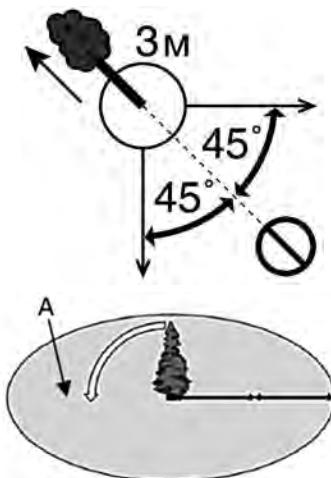

Рис. 8 Зона безопасности при валке дерева
- Должен быть безопасный путь отхода. Путь отхода должен быть направлен по диагонали в сторону, противоположную направлению падения, под углом 45 градусов, необходимо отойти минимум на 3 метра от ствола, на тот случай, если во время падения комель дерева отскочит в сторону. Зона безопасности (A) должна быть не менее $2\frac{1}{2}$ высоты дерева (Рис. 8).